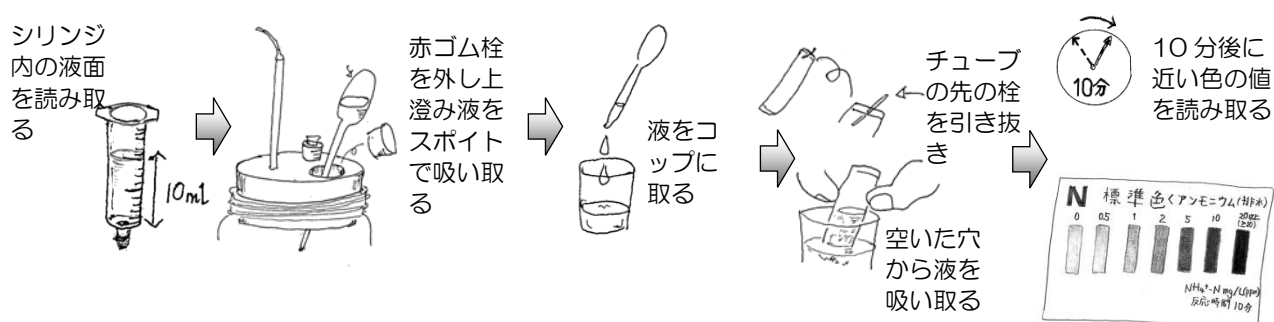

図 12 3 日目の測定手順
(2) 7 日目にガス発生量を読み取り、上澄み液の窒素濃度を測定する(図 12)